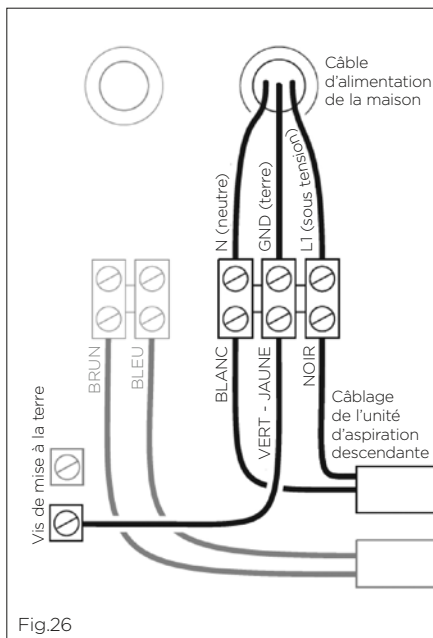

Fig.26
- Connectez le fil noir (L1/sous tension) du câble d'alimentation électrique à la borne de droite (Fig.26).
- Connectez le fil vert (terre) du câble d'alimentation électrique à la borne du centre (Fig.26).
- Connectez le fil blanc (neutre) du câble d'alimentation électrique à la borne de gauche (Fig.26).